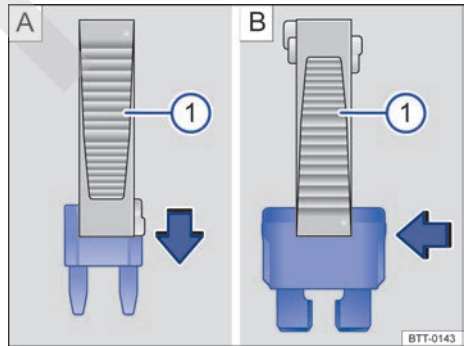

Fig. 188 Extraer o colocar el fusible enchufable plano con las pinzas de plástico.
- *En el caso de los fusibles enchufables planos*, en función del tipo de fusible, desplace los extremos adecuados de las pinzas → fig. 188 o → fig. 188 sobre el fusible en el sentido de la flecha.